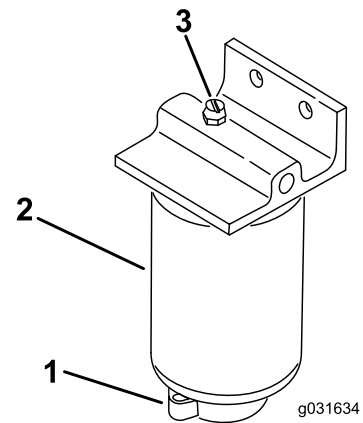

Bild 53
2. Lösen Sie das Ablassventil an der Unterseite des Filters (Bild 53).
1. Reinigen Sie den Anbaubereich des Filters (Bild 53).